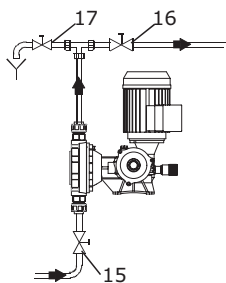

Рис. 14 Начальный пуск
1. Откройте всасывающий и нагнетательный запорные клапаны (15, 16), если они установлены (см. рис. 14).
2. Откройте клапан удаления воздуха (17), если он установлен на линии нагнетания или понизьте давление в линии нагнетания так, чтобы перекачиваемая среда могла выходить без преодоления противодействия.
6. Закройте клапан удаления воздуха (17), если он установлен.